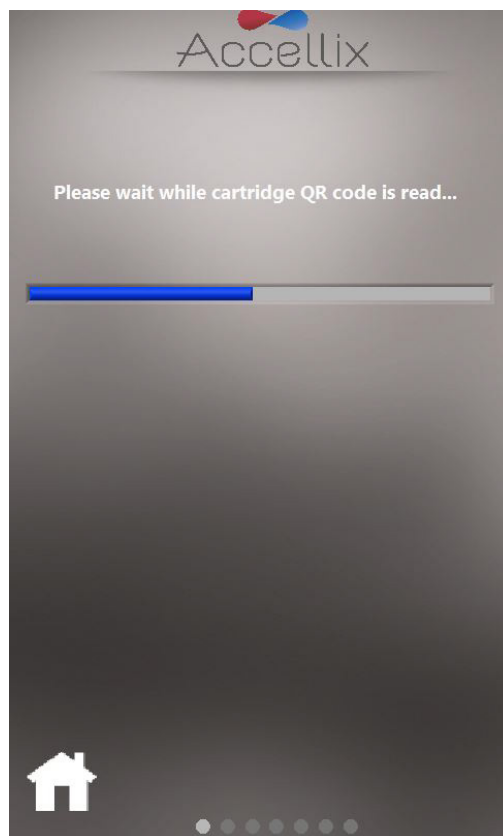

Figure 36 : écran Lecture du code QR de la cartouche
5. L'écran demande à l'utilisateur de patienter pendant que l'instrument lit et enregistre les informations contenues dans le code QR de la cartouche (Figure 36).